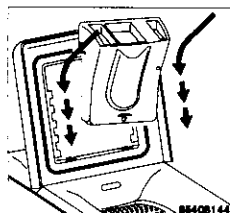

Abb.5
Setzen Sie das Waschmittelfach in die Führung ein und drücken es nach unten bis es arretiert ist (Abb.5).
- Bitte stellen Sie sicher, daß alle Teile von der Maschine entfernt wurden. Heben Sie diese Teile für den nächsten Transport auf (Abb. 5).